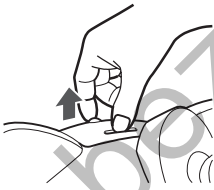

Рис. 1
1. Снимите распылитель с резервуара увлажнителя. Если этого не сделать, при переворачивании резервуара, распылитель упадет (рис. 1).